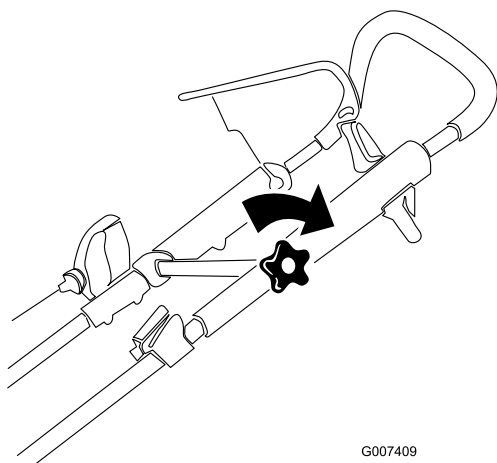

Figur 3
1. Fäll upp handtaget såsom visas i Figur 3 och Figur 4.